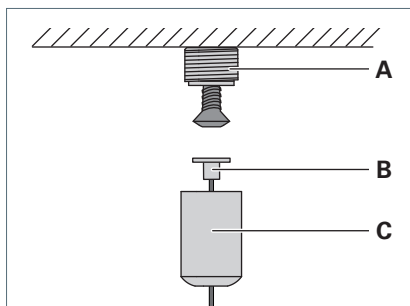

Fig. 10: Deckenbefestiger montieren.
- Schrauben Sie das Gewinde **A** mit dem Abstand **a** zu dem zuvor montierten Deckenbefestiger und einer geeigneten Schraube an die Decke, siehe Tab. 2 und Fig. 10.